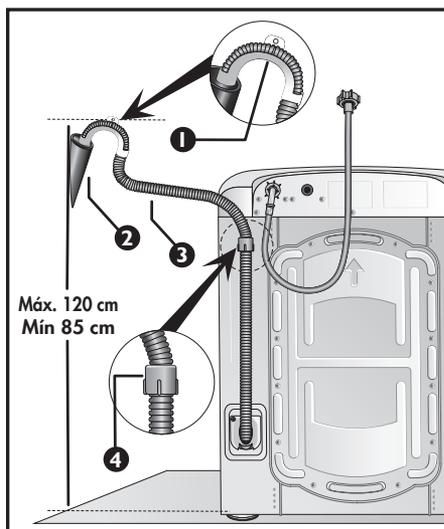

Figura 9
- La lavadora está diseñada para descargar agua hasta una altura máxima de 120 centímetros. No se debe sobrepasar dicha altura. No instale la salida de la manguera de desagüe a una altura menor de 85 centímetros, **(Ver figura 9)**.